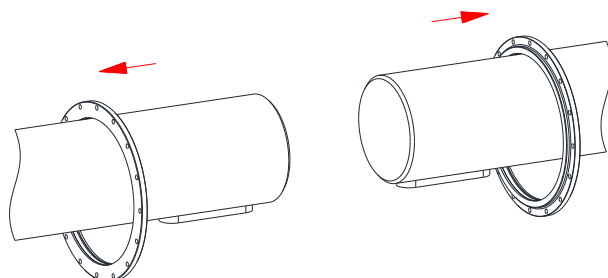

Figura 33
- Coloque as tampas (componente 9) sobre o veio nos lados de entrada e saída. Assegurar que o anéis toroidais (componentes 8 e 11) não sejam danificados (ver figura 33).